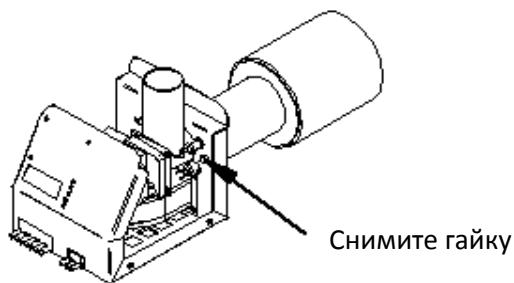

Рисунок 8
2. Снимите камеру сгорания, ослабив гайку М6 (Рисунок 8), которая соединяет половинки горелки. Разъедините половинки горелки, потянув камеру горения и одновременно слегка поворачивая ее.